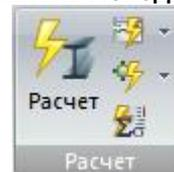

Рис. 135. Панель **Расчет**
- **Расчет** (рис.135) – операции, связанные с расчетом стальных элементов, а также запуском локальных режимов.
Панель **Расчет** (рис.135) содержит следующие команды: